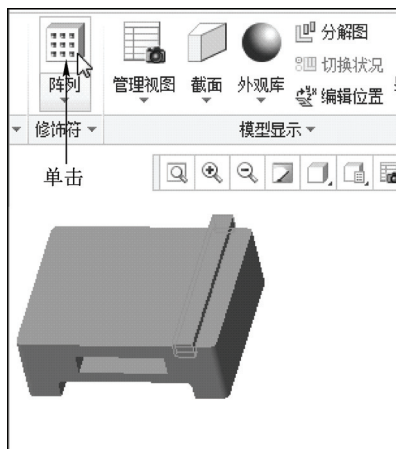

图 11-57 单击“阵列”按钮
STEP 03 在功能区选项板的“模型”选项卡中，单击“修饰符”面板中的“阵列”按钮，如图 11-57 所示。